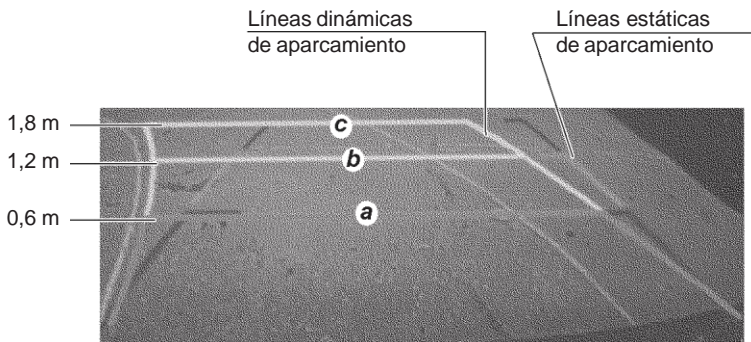

Fig. 3.17. Líneas estáticas y dinámicas de aparcamiento:
**Sistema de asistencia durante el aparcamiento (fig. 3.17)**
La cámara retrovisora está integrada a la cubierta del faro de iluminación de la matrícula y ha sido diseñada para ayudar al conductor durante la marcha atrás, además permite recibir información sobre la situación en la carretera detrás del vehículo, con la ayuda de imágenes en la pantalla. La cámara retrovisora muestra en la pantalla multimedia del sistema las líneas direccionales estáticas (corredor de marcha del vehículo) y dinámicas (dependiendo del ángulo de giro del volante) de aparcamiento y la vista detrás del vehículo, fig. 3.17.
### **Línea de distancia** (roja) fig.3.17.
- el tablero de instrumentos (TI). Muestra el estado actual de las funciones del Control de cruceo y del Limitador de velocidad;
- bloque de teclas de dirección (fig. 3.17). Se utiliza para controlar las funciones del Control de cruceo y del Limitador de velocidad;